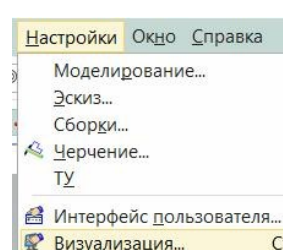

рис.110
- В падающем меню «Настройки» обратитесь к команде **Визуализация** (рис.110).